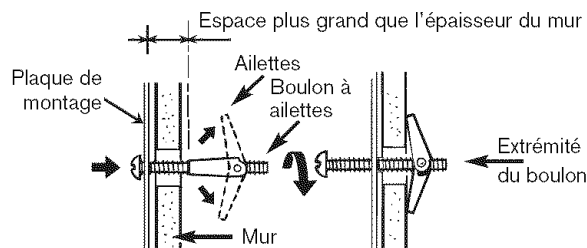

Figure 27
4. Fixer la plaque au mur. Pour utiliser les boulons à ailettes, retirer les ailettes du boulon, passer le boulon dans le trou de la plaque de montage et revisser les ailettes sur le boulon jusqu'à 3/4 po (19 mm) de l'extrémité du boulon. Insérer les ailettes dans le trou dans le mur pour monter la plaque. Tirer sur la plaque pour serrer le boulon plus facilement. Serrer tous les boulons. Voir la Figure 27.